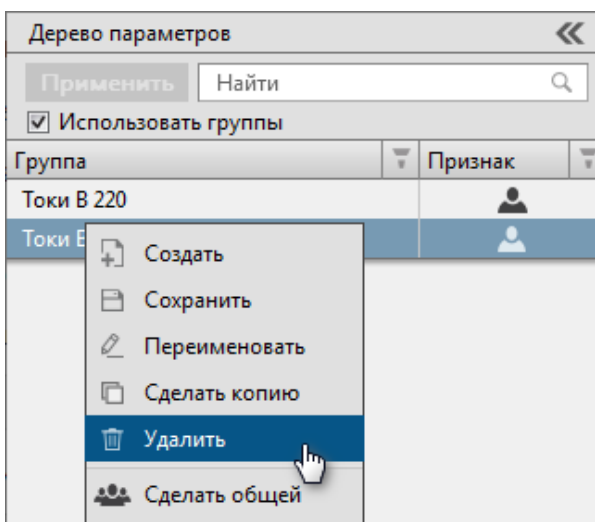

Рисунок 34 - Удалить
1. Нажмите *ПКМ* по выбранной группе сигналов и выберите команду **Удалить** (Рисунок 34).